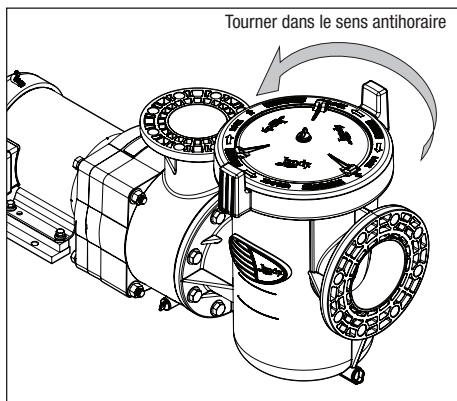

Figure 8. Déverrouiller l'anneau de blocage
5. Suivre les repères sur la bague de verrouillage. À l'aide des deux poignées, tourner lentement la bague de verrouillage dans le sens antihoraire jusqu'à ce que le couvercle et la bague de verrouillage se désengagent du corps de pompe. Reportez-vous à la *Figure 8*.